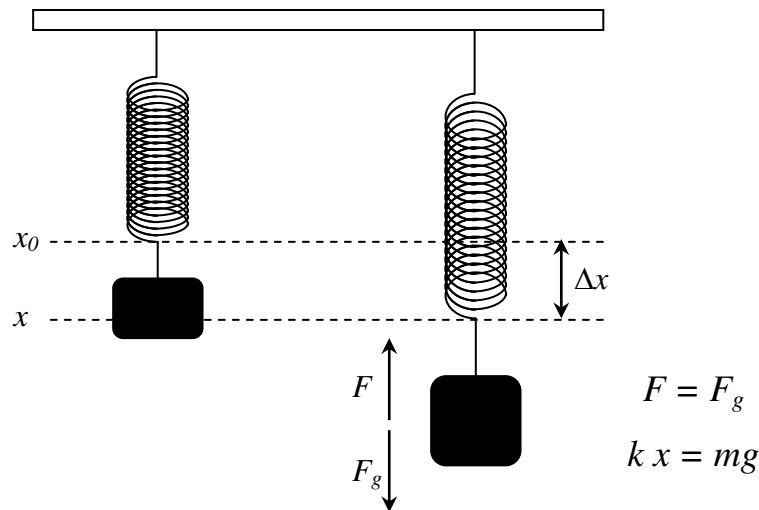

Figura 1. Sistema massa-mola sob a ação da força da gravidade.
esquema é mostrado na Figura 1. Nos sólidos em geral e, em especial, nas molas, a deformação está relacionada à força de restauração pela relação conhecida como **Lei de Hooke**:
Para verificar essa relação, aplicamos uma força bem definida em uma mola, pendurando nela uma massa de valor conhecido, como mostrado na Figura 1. Quando o sistema massa-mola entra em equilíbrio, o peso da massa pendurada é igual à força de restauração da mola. Note que quanto maior for a constante elástica da mola, k , maior é a força de resistência com que a mola se opõe ao deslocamento da massa.
Neste terceiro experimento, utilizando a montagem esquematizada na Figura 1, você deverá:
Neste experimento, iremos fazer uma montagem similar à apresentada na Figura 1 onde determinaremos a constante elástica de uma mola. **Certifique-se de que em suas medidas a força aplicada à mola NUNCA seja maior que o valor máximo suportado, pois isso causaria uma deformação permanente na mola/dinamômetro.**
1. Monte o sistema conforme o esquema da Figura 1, pendurando a mola no suporte fornecido. Use uma massa apropriada para causar uma pequena elongação inicial na mola entre 5 mm e 10 mm. **Nota:** Esta massa não-nula na posição inicial é necessária para descomprimir a mola e colocá-la na região de operação onde vale a **Lei de Hooke**.